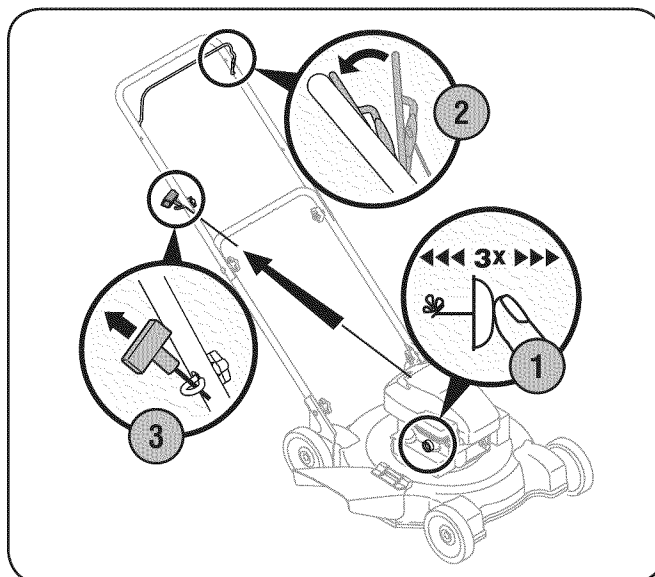

Figure 5-1
1. Al arrancar el motor por primera vez, la cartilla de empuje (si está equipado) cinco veces. Para todas las incorporaciones futuras, empuje el cebador tres veces. Vea Figure 5-1. No cebe el motor caliente para reiniciarlo luego de una detención breve.
3. Sostenga firmemente las dos manijas juntas, tome la manija del arrancador de retroceso y tire de la cuerda para sacarla con un movimiento rápido y continuo. Vea Figure 5-1. Mantenga firme la manija del arrancador, deje que la cuerda regrese lentamente al arrancador. Repita hasta que el motor esté en marcha. Deje que la cuerda se enrosque lentamente de regreso.